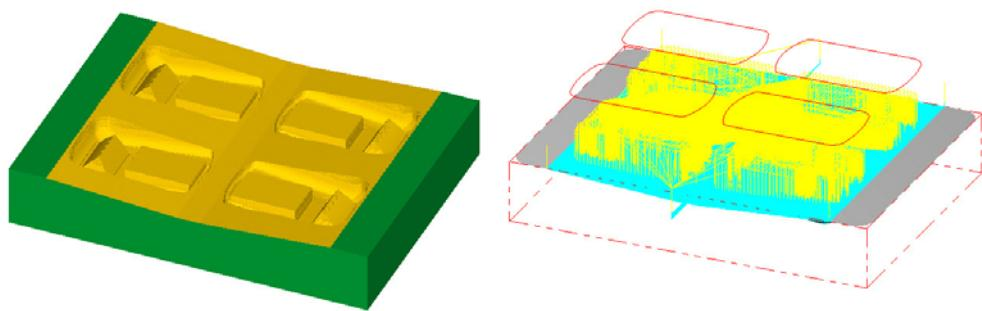

图 10-197 充电器外壳曲面加工
- 使用曲面加工方式加工图 10-197 所示的充电器外壳并显示刀具路径。